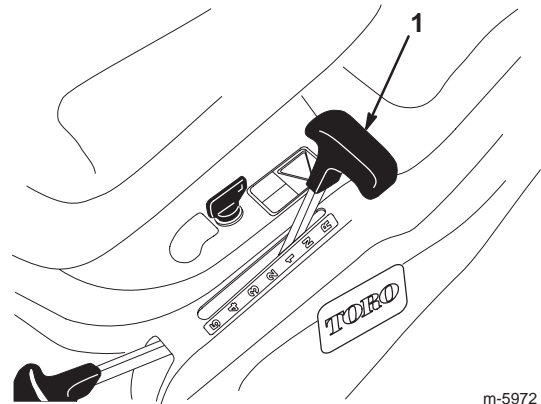

Bild 6
3. Stellen Sie das Fahrpedal auf Neutral (N) (Bild 6).